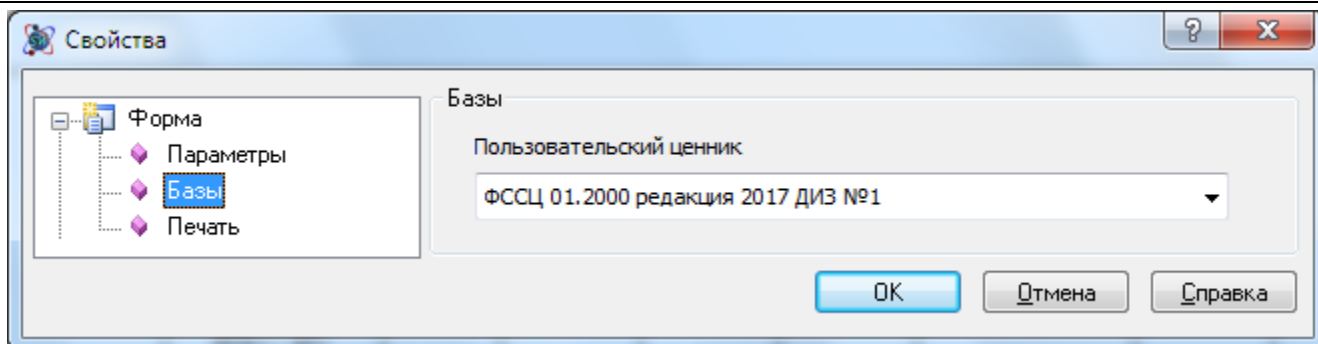

Рис. 4.101 Диалоговое окно Свойства, раздел Форма/Базы
1. В разделе Форма/Базы диалогового окна *Свойства* (рис. 4.101) при помощи раскрывающегося списка выбрать сборник сметных цен, в который требуется сохранить стоимость ресурсов;